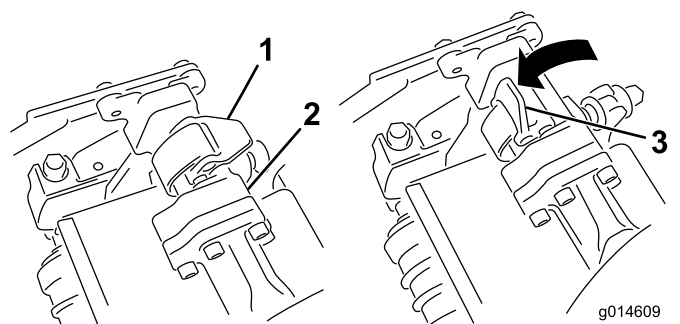
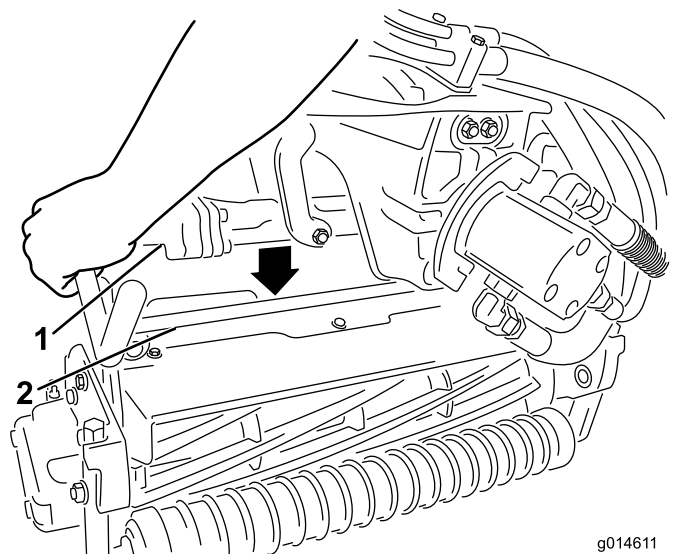

图36
图37
4. 当悬挂臂杆上的闭锁指向上方（即打开）时（图36），向下压悬挂臂，使悬挂臂杆与滚刀组上方的支架相契合（图37）。
5. 向下并绕着滚刀组横杆关闭闭锁，将它们锁定到位（图36）。
- 打开您正在拆下的滚刀组悬挂臂上的闩锁（图36）。